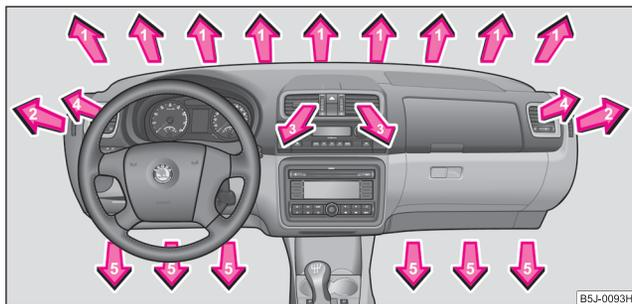

Abb. 94 Luftaustrittsdüsen
- Luftaustrittsdüsen **4** → Seite 81, Abb. 94 öffnen und zur Seitenscheibe richten.
- Luftaustrittsdüsen **3** und **4** → Seite 81, Abb. 94 öffnen.